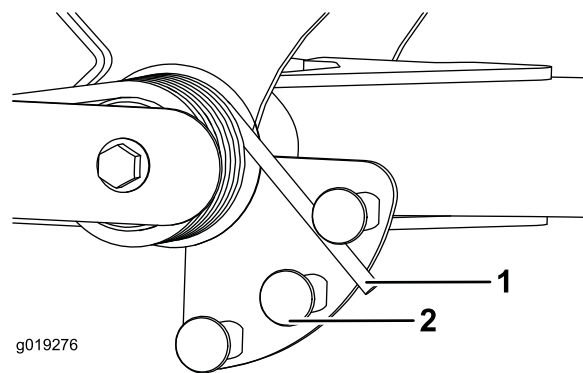

Рисунок 38
2. Вставьте трубу или аналогичный предмет в длинный конец пружины и поверните его вокруг пружинного привода в нужное положение (Рисунок 38).